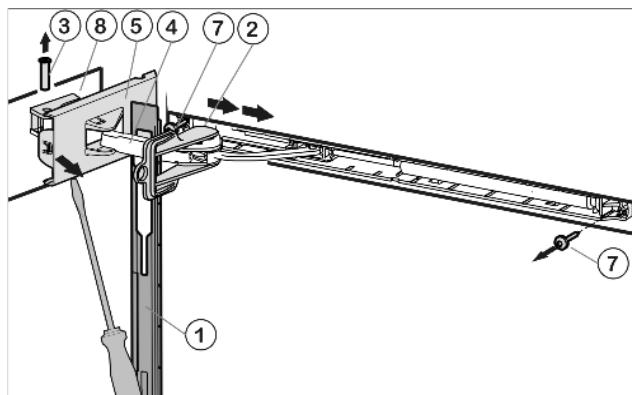

Fig. 5
- Сдвиньте накладку над амортизационной скобой Fig. 5 (4) в направлении устройства вперед.
- Зафиксируйте предохранитель Fig. 5 (2) в продольном пазе.
- Отсоедините крышку Fig. 5 (5) со стороны шарнира с помощью отвертки до первого фиксатора.
- Выдавите палец Fig. 5 (3) снизу.
- Нажмите амортизационную скобу Fig. 5 (4) в направлении дверцы.
- Полностью отсоедините и снимите крышку Fig. 5 (5) со стороны шарнира.
- Снимите накладку Fig. 5 (1).
- Открутите узел амортизатора закрывания дверцы (2 шт.) Torx 15) Fig. 5 (7).
- Открутите опорную деталь Fig. 5 (8) и прикрутите её снова с поворотом на 180° на противоположную сторону. При необходимости просверлите отверстия или используйте аккумуляторную отвертку.